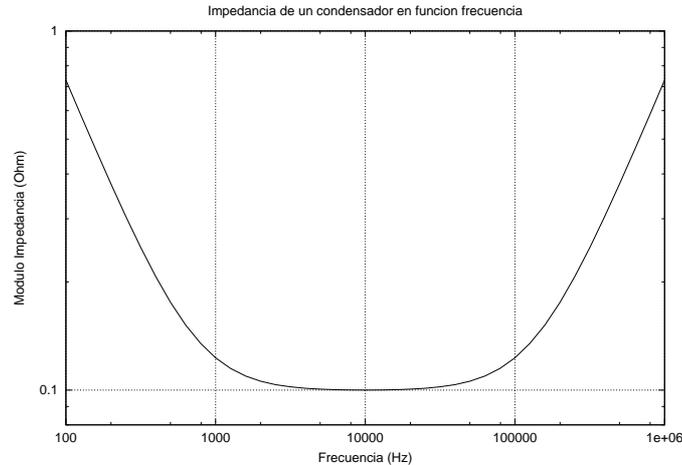

Figura 3.18: Impedancia de un condensador real de 2200 uF. Datos basados en la serie AML 138 de Philips.
2. Todo condensador tiene inductancia serie. Una forma de analizar este fenómeno es midiendo la impedancia del condensador con la frecuencia. La impedancia de un condensador ideal es inversamente proporcional a la frecuencia, pero la impedancia de un condensador real, baja hasta un punto en el que empieza a subir de nuevo (ver la figura 3.18). La inductancia a $0,5\text{ MHz}$ ²² es de $j\ 0,3\ \Omega$ ²³. Este efecto, muy similar al anterior, produce una caída de tensión adicional, sólo que con desfase entre tensión y corriente.